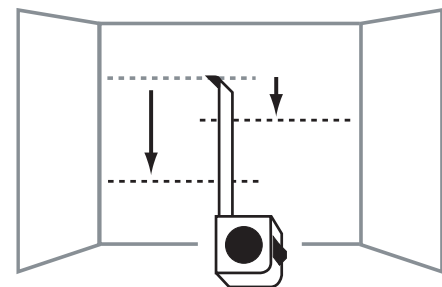

FIG. 3.2
3. En se basant sur les mesures de hauteur des tablettes (A) inférieures du calque, mesurer vers le bas à partir de la tablette supérieure et marquer tous les emplacements des tablettes inférieures sur la paroi arrière du placard (fig. 3.2).